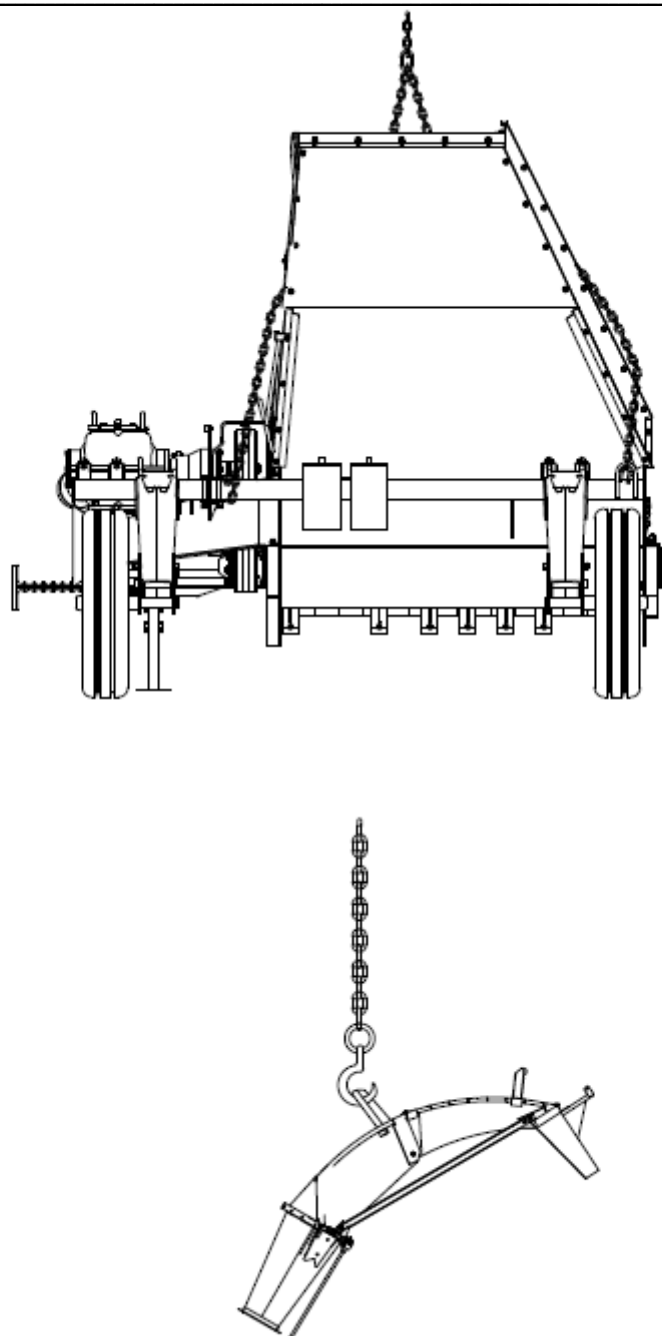

Рис.10 Схема строповки косилки - измельчителя роторной КИР-1,85
- производить строповку в соответствии со схемой строповки (рис.10), в местах, обозначенных табличкой «Знак строповки».